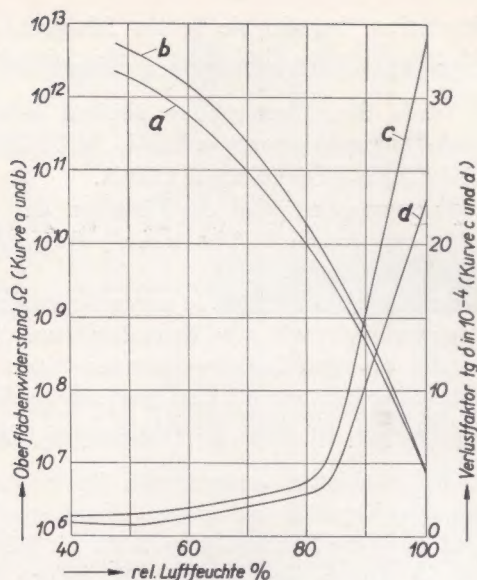

Abbildung 2
**LUFTFEUCHTIGKEIT.** Gegen die Einwirkung der Luftfeuchtigkeit, die bei mehr als 50% den Verlustfaktor und, wenn auch weniger, die Kapazitätswerte beeinflusst, werden unsere keramischen Rundfunk-Kondensatoren durch einen isolierenden Lacküberzug geschützt. Da dieser Überzug im Streufeld liegt, wird durch ihn der Verlustfaktor nicht merklich verschlechtert. Andererseits verringert, Abb. 2, dieser bei rd. 120° C eingebrannte Lacküberzug, dessen Farbe gleichzeitig das verwendete Dielektrikum kennzeichnet, den Feuchtigkeitseinfluß so erheblich, daß die Kondensatoren bis zu etwa 80% relativer Luftfeuchtigkeit praktisch völlig ausreichend geschützt sind.